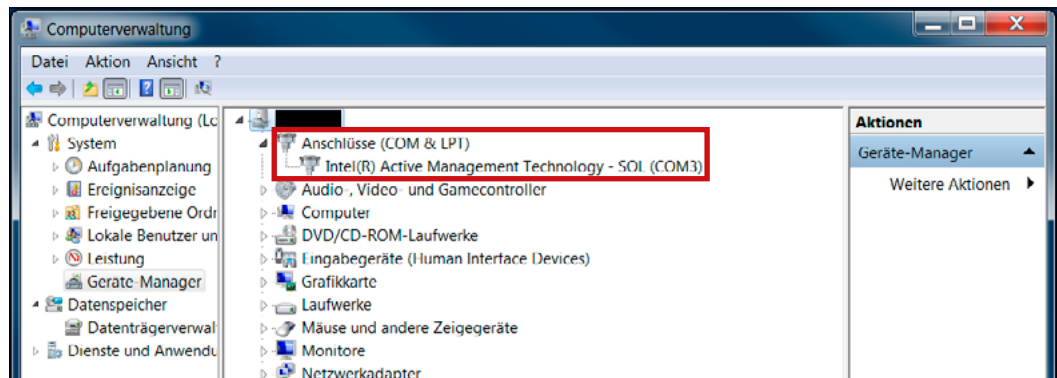

Abb. 11: Windows-Geräte manager - COM-Ports (Bsp.)
4.1 Überprüfen Sie die verfügbaren COM-Ports und COM-Port-Nummern im Windows-Geräte manager (Systemsteuerung) (siehe Abb. 11).